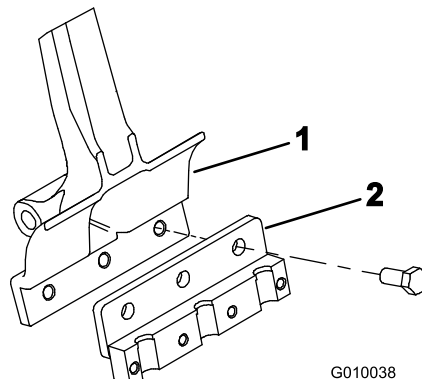

Figure 23
3. Montez un porte-louchets sur chaque bras d'aération avec 3 boulons ($\frac{1}{2} \times 1\frac{1}{4}$ ") (Figure 23). Serrez les boulons à 101,6 N·m.